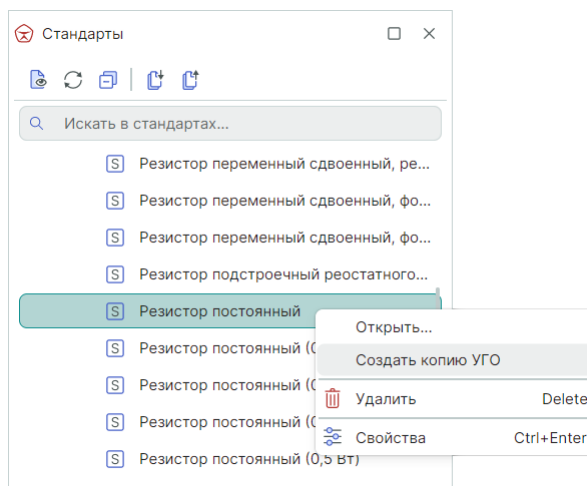

Рис. 53 Создание копии УГО
2. Вызовите контекстное меню и выберите пункт «Создать копию УГО», см. Рис. 53.